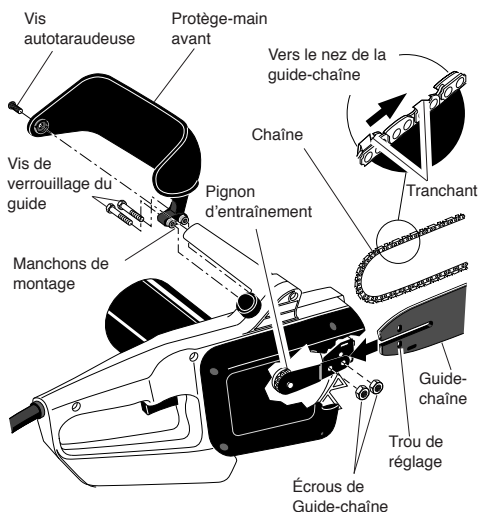
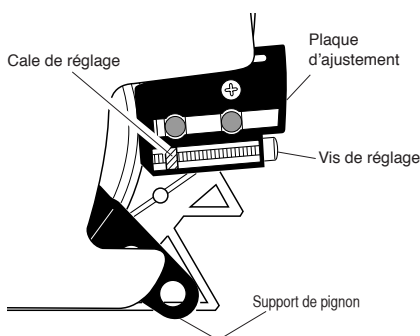

Figure 2 - Assemblage du guide-chaîne, de la chaîne et du protège-main
Figure 3 - Emplacement des pièces pour l'assemblage du guide-chaîne
- deux (2) boulons de guide-chaîne
- deux (2) écrous de guide-chaîne
- une (1) vis autotaraudeuse à tête Phillips
2. Installez le protège-main avant sur le corps de la scie. Pour ce faire, enfoncez les deux (2) manchons de montage du protège-main dans les trous de forme hexagonale du corps de la scie (voir la Figure 2).
4. Tournez la vis de réglage dans le sens antihoraire (voir la Figure 3). Continuez de tourner la vis de réglage jusqu'à ce que la cale de réglage arrive à l'arrière de la plaque d'ajustement.
Remarque : Assurez-vous que les bords de coupe de la chaîne sont orientés dans la bonne direction. Positionnez la chaîne de manière à ce que les bords de coupe du haut du guide-chaîne soient orientés vers le nez du guide-chaîne (voir la Figure 3).
1. Antes de regular la cadena, asegúrese que las tuercas de la barra guía estén solamente ajustadas a mano (voir la Figure 3). También asegúrese que el bloque de regulación esté en el orificio ovalado de regulación de la barra guía (voir les Figures 2 y 3).